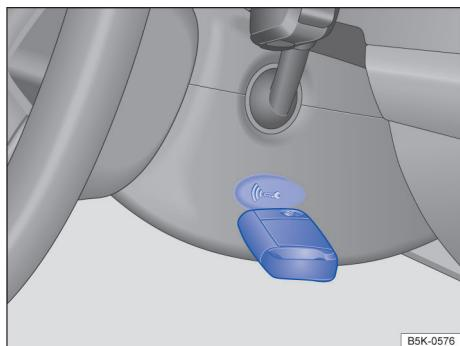

Fig. 105 À direita na coluna de direção: função de partida de emergência em veículos com sistema de travamento e de partida Keyless Access sem chave.
- Logo após pressionar o botão de partida, manter chave do veículo à direita, no revestimento da coluna de direção → Fig. 105.